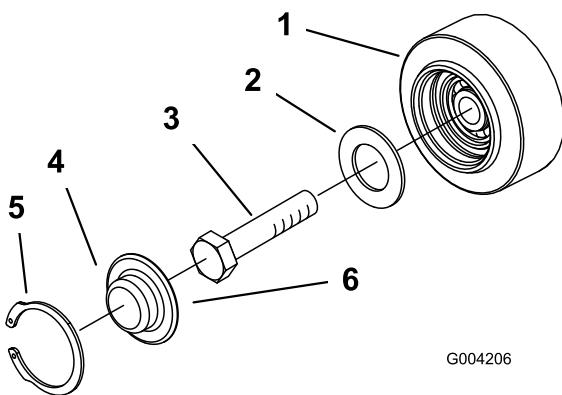

Figura 45
3. Retire la anilla a presión y el tapón de una de las ruedas de rodaje (Figura 45).
4. Compruebe la grasa que hay debajo del tapón y alrededor de la junta (Figura 45). Si está sucia, tiene arenilla o queda poca grasa, elimine toda la grasa, cambie la junta, y añada grasa nueva.
6. Coloque el tapón engrasado sobre la cabeza del perno (Figura 45).
7. Sujete el tapón de la rueda de rodaje con la anilla a presión (Figura 45).